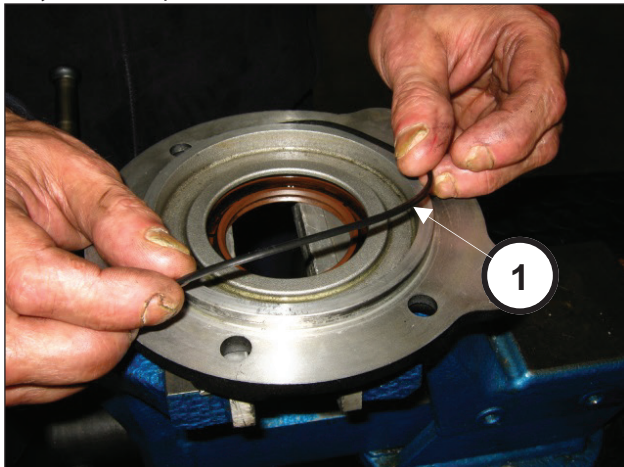

Рис. 85
Установите уплотнительное кольцо O-ring на крышку ведущей шестерни (поз. ①, Рис. 85).